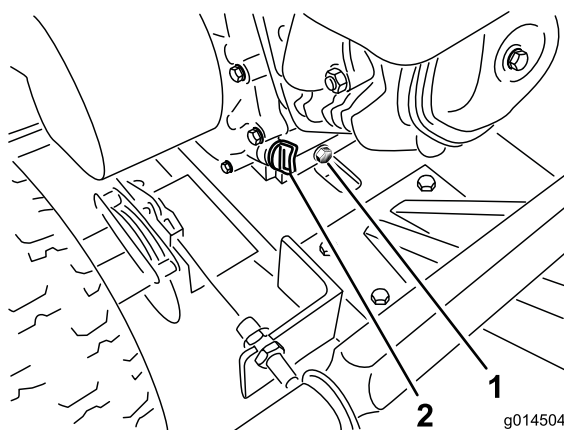

Figure 13
- Retirez le bouchon de vidange et vidangez l'huile par la fente dans le cadre (Figure 13).
- Enlevez le bouchon de remplissage et versez lentement environ 80 % de la quantité d'huile spécifiée dans le moteur (Figure 13).